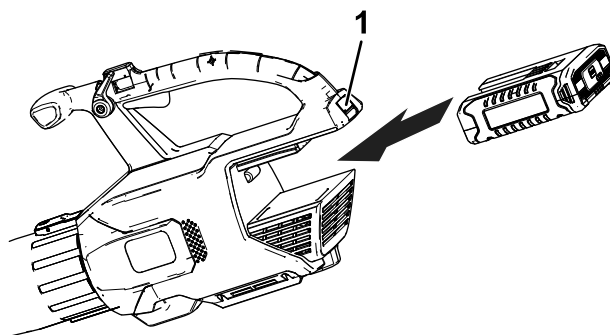

Figura 3
2. Allineate la cavità sul pacco batteria con la linguetta nell'alloggiamento dell'impugnatura, afferrate l'impugnatura e spingete il pacco batteria nell'impugnatura fino a quando il fermo non si blocca in posizione (Figura 3).